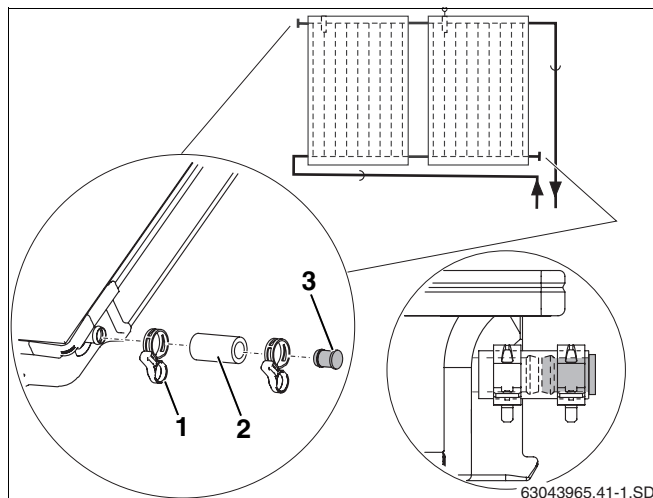

Fig. 40 Montaggio del tappo cieco e della fascetta elastica
- Infilare il tubo di gomma 55 mm per solare (fig. 40, **pos. 2**), con tappo cieco già montato, sui due attacchi liberi del campo di collettori.